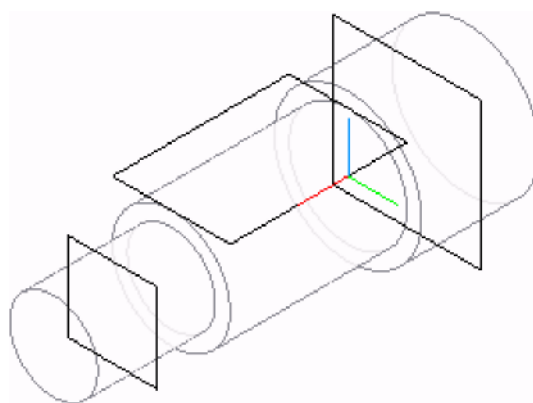

Рис. 6.17
1. Використовуючи команди тривимірного моделювання відповідно до вихідних даних (рис. 6.15), створити модель ступінчастого вала (рис. 6.17).
2. Для формування отворів і поглиблень потрібно створити ескізи в різних конструктивних площинах. Ці площини будемо, використовуючи команди . Дотична площина і  Зміщена площина (рис. 6.17).